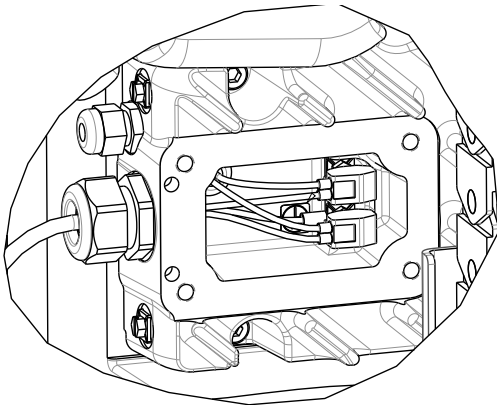

FIG. 47: Fila nell'alloggiamento dell'unità di azionamento
- a. Se si utilizza un sistema di alimentazione a pistone singolo a temperatura ambiente, impostare l'interruttore di disconnessione rosso (AZ) su OFF.
- b. Se si utilizza un sistema di alimentazione a pistone singolo riscaldato, impostare l'interruttore di disconnessione rosso (AZ) su OFF.
- c. Se si utilizza un sistema di alimentazione a pistone in tandem a temperatura ambiente, impostare l'interruttore di disconnessione rosso (AZ) su OFF solo sull'unità di alimentazione a pistone da cui viene rimossa l'unità di comando.
- d. Se si utilizza un sistema di alimentazione a pistone in tandem riscaldato, impostare l'interruttore di disconnessione rosso (AZ) su OFF solo sull'unità di alimentazione a pistone da cui viene rimossa l'unità di comando.
4. Scollegare l'alimentazione dall'unità di azionamento (AB):
- a. Smontare la copertura dell'alloggiamento dell'unità di azionamento (HC).
- b. Scollegare i fili presenti all'interno dell'alloggiamento dell'unità di azionamento. Vedere FIG. 47.